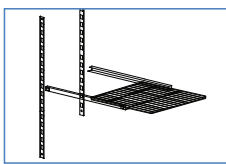

Abb. 2
- Die Roste im Innern so positionieren, wie sie für den jeweiligen Gebrauch am geeignetsten sind, in dem jeder Halter im Boden befestigten, gelochten Ständer eingesetzt wird und die seitliche Zunge in den dafür vorgesehenen Sitz stecken. (Abb. 2)
- Die Roste in die Halter rutschen lassen, wie es auf (Abb. 2) zu sehen ist.